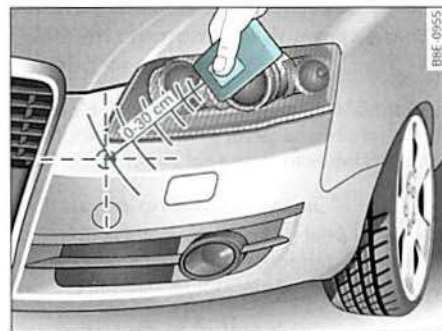

Fig. 157 Parte delantera izquierda del parachoques
- Póngase ahora delante de su vehículo con el **emisor manual original** del mecanismo de accionamiento de la puerta del garaje o del dispositivo que quiera programar en la tecla del mando a distancia universal HomeLink® ⇒ fig. 157.
- Mantenga el **emisor manual original** del aparato a **programar** por debajo del faro delantero izquierdo, próximo al parachoques de su vehículo ⇒ fig. 157.
- Mantenga el **emisor manual original** del mecanismo de accionamiento de la puerta del garaje u otros dispositivos directamente por debajo del faro delantero izquierdo, próximo al parachoques de su vehículo ⇒ *página 160*, fig. 157. La distancia requerida depende del sistema que desee programar.